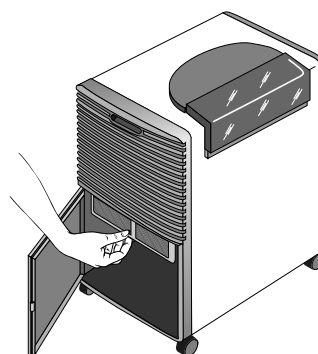

Fig. 4
- Het luchtfilter verwijderen door de deur te openen, de tank te verwijderen en het filter eruit te halen door het naar beneden te trekken (fig. 4).